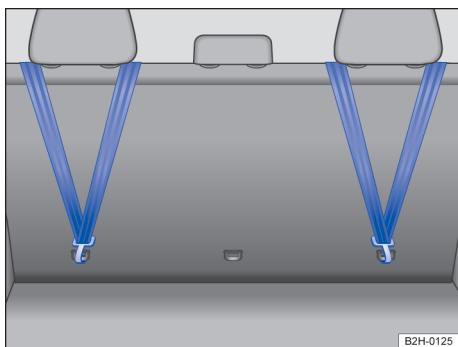

Fig. 8 Cinto de fixação superior enganchado no lado de trás do encosto do banco traseiro.
- Enganchar o cinto de fixação superior no respectivo olhal de retenção → Fig. 8.